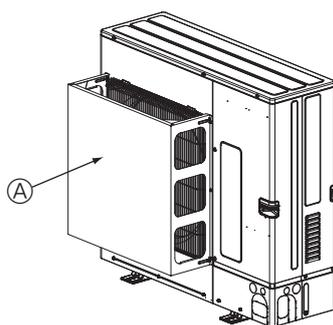

Fig. 2-5
- ② Montér en ekstra luftledeskærm på steder, hvor kraftig vind kan blæse direkte ind i luftudgangen. (Fig. 2-5)